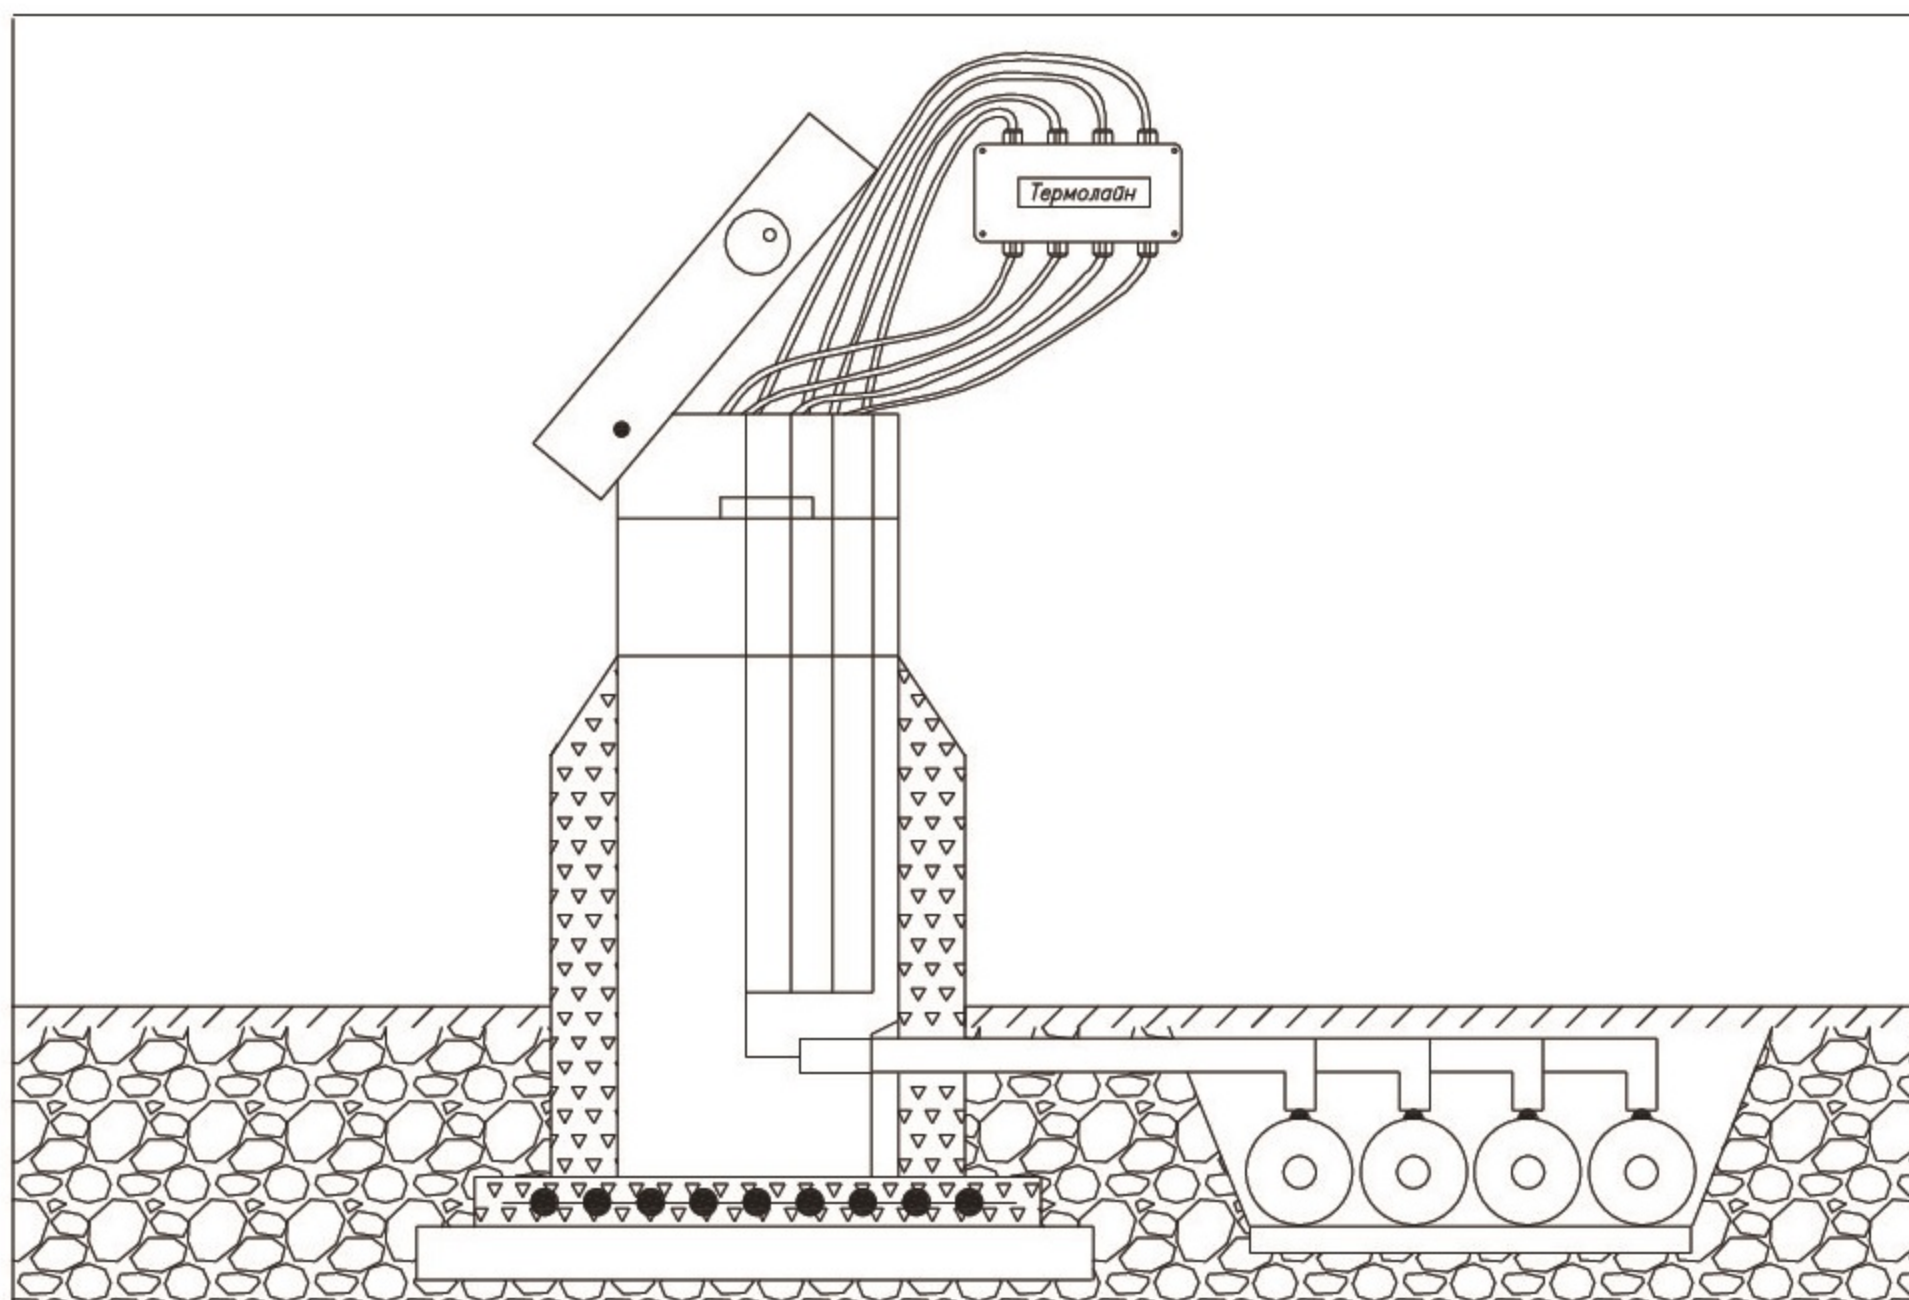

Рис. 11 Установка терминала в наземном ковре
15. При установке терминала в ковре (**Рис. 11**) пункты с **10** по **12** не выполнять.